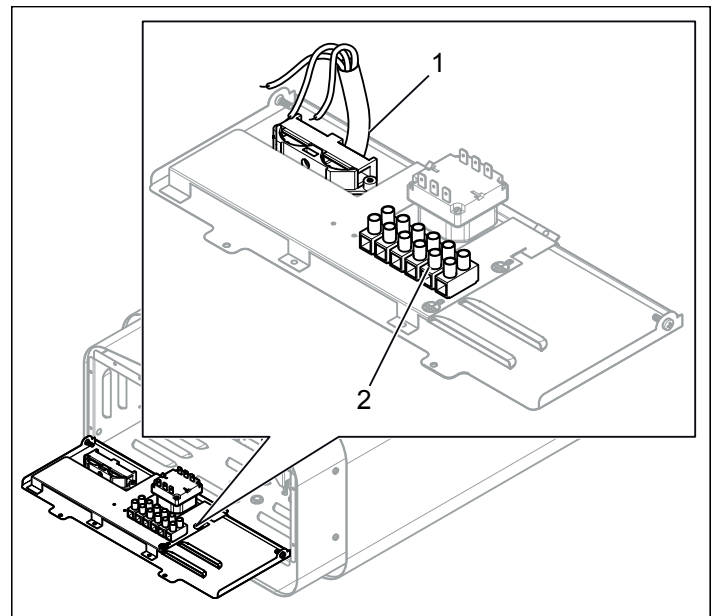

Abb. 10: Stromanschluss
2. Verbinden Sie das Elektrokabel (siehe Abbildung 10), wie im Schaltplan gezeigt (siehe Anschlussdiagramm/Schaltplan, Abbildungen 17-24).